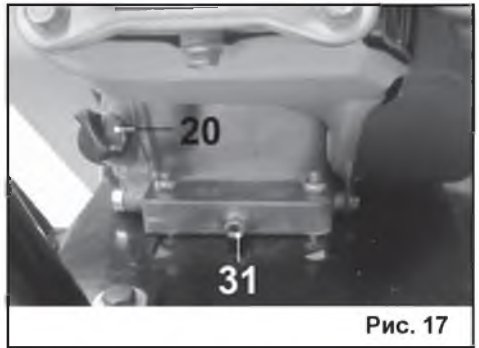

Рис. 17
9.3. Замена масла в двигателе (Рис.17).